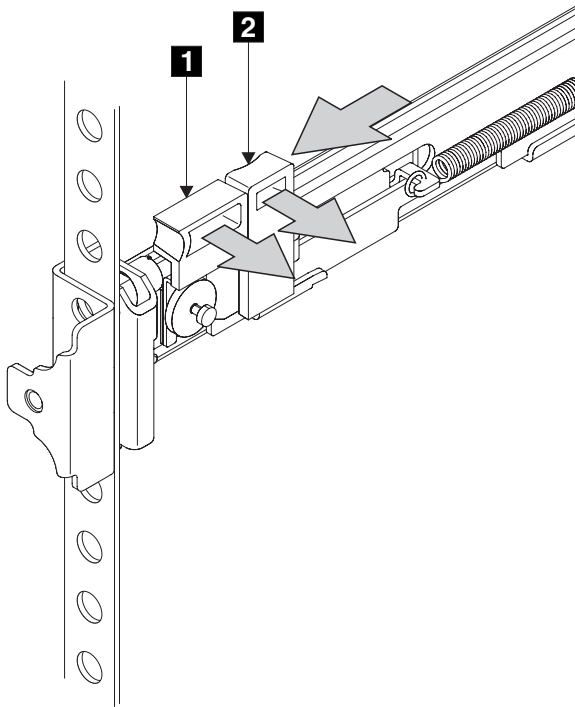

図 67. ラッチ・ロック・キャリア・アセンブリーを閉じる
8. ラッチ・ロック **2** (328 ページの図 67) をレールから押し出して、キャリアを解放します。ラッチ・ロック・キャリアがラックの前方向にスライドし、位置決めピンが、前部フランジの穴と前部レール・ブラケットの穴を通して突き出ます。